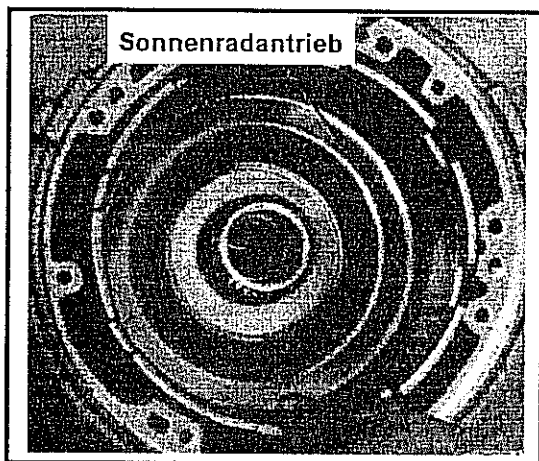

Abb. 10-122 Baugruppe des Antriebsgehäuses und Hohlrads
- Inneren und mittig gelegenen Dichtring des Kolbens anbringen. Siehe Abb. 10-122.
- Inneren Lagerring der Gehäuseaufnahme von Kupplung 1. Gang/Rückwärtsgang, an der Druckscheibe des Antriebsgehäuses mit Sonnenrad ansetzen. Das Antriebsgehäuse mit Sonnenrad einbauen. Siehe hierzu Abb. 10-122.